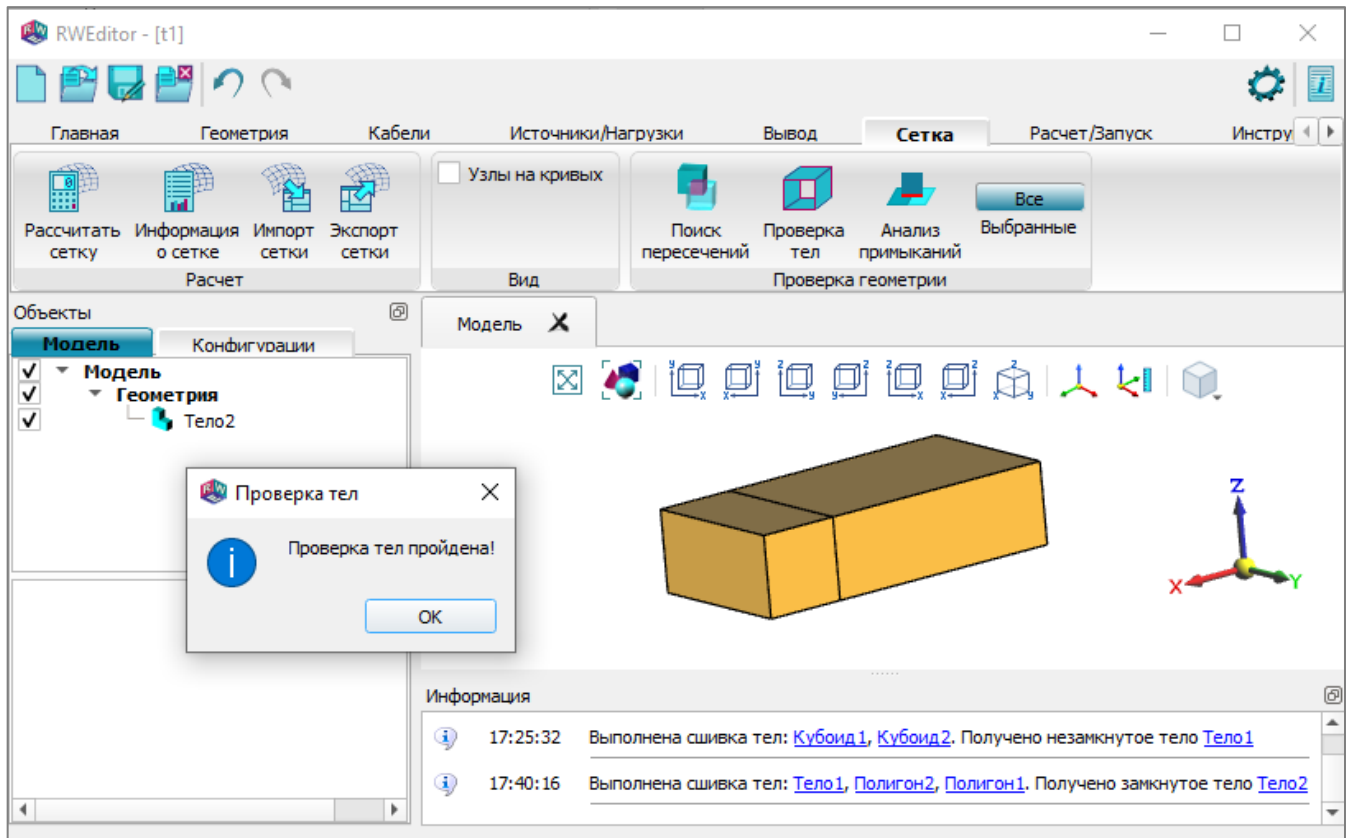

Рис. 53
8.8. На рис. 53 приведен пример доработанной геометрической модели и сообщение о пройденной проверке.